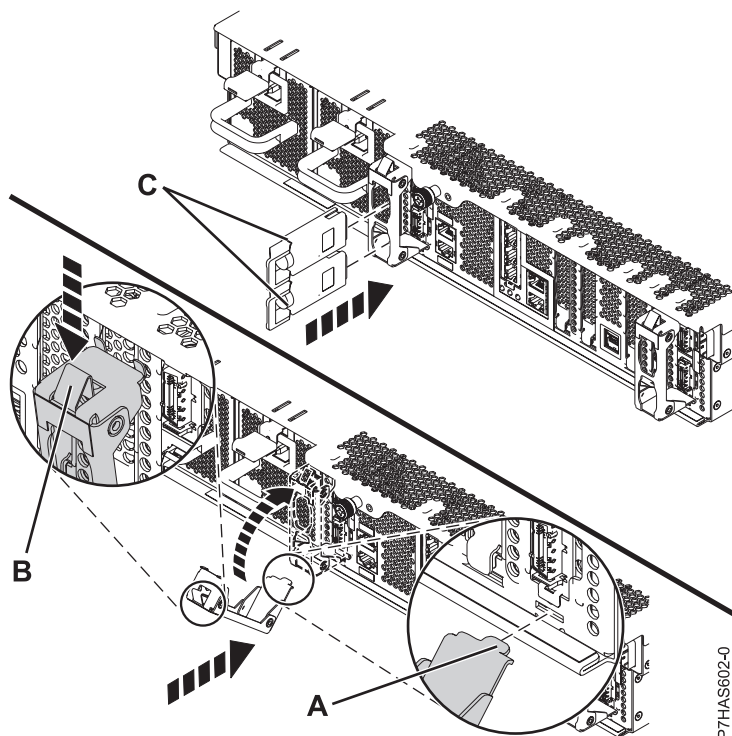

Figura 3. Instal·lació de la peça de retenció del cable
17. Inclineu la peça de retenció del cable (A), que es mostra a la Figura 3, fins a enganxar la pestanya de la part inferior de la peça a la ranura del conjunt de l'adaptador.